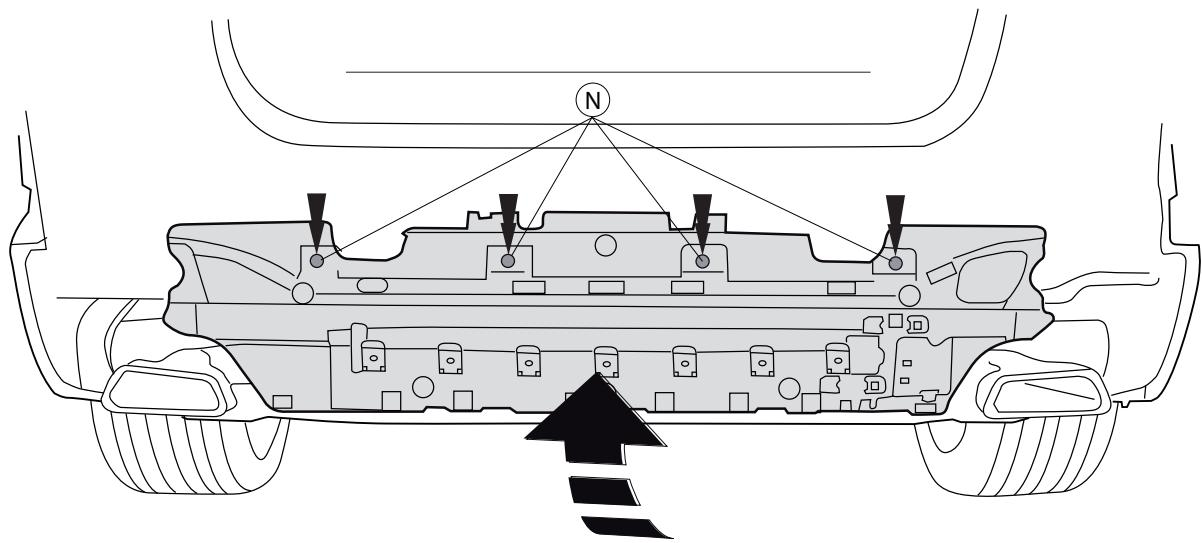

Fig.3
7. Установить пластмассовый корпус на поперечный брус бункерного крюка в точках N. См. рисунок 3.